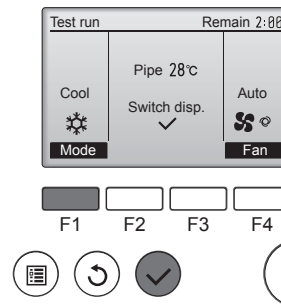

Fig. 7-6
- 1 Druk op de functietoets **[F1]** om de bedrijfsstanden te doorlopen in de volgorde "Cool" (Koelen) en "Heat" (Verwarmen). (Fig. 7-6)